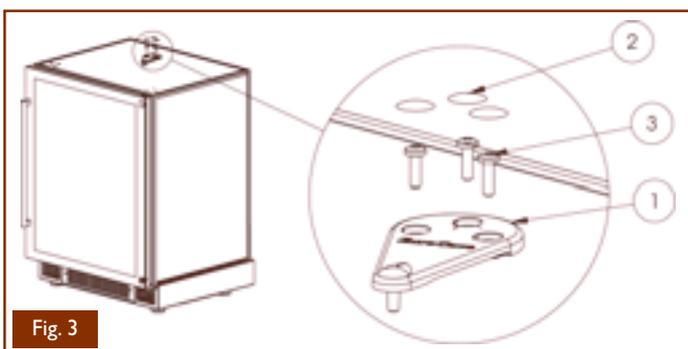

Fig. 3
- Enlevez les bouchons (2), les vis (3) à l'aide d'une clé Torx T25 et ôtez la charnière (1) (Fig.3).